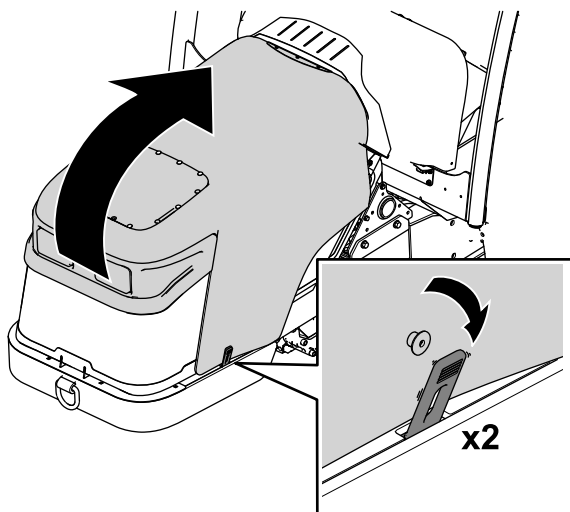

Figure 68
1. Détachez les attaches de chaque côté de la machine (Figure 68).
2. Ouvrez le capot (Figure 68).